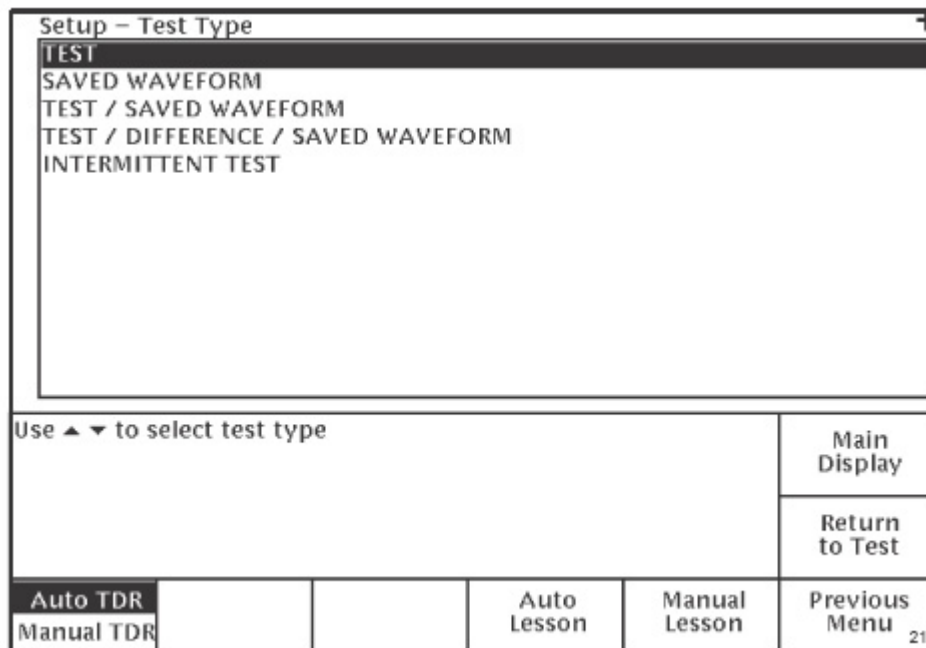

Рис. 4-6. Меню "Setup - Test Type". Настройка - тип тестирования
3. После этого нажмите клавишу **Test Type** для получения доступа к меню "Setup - Test Type" (Настройка - тип тестирования) и выбора режима Auto TDR (рис. 4-6).
Для выбора другого типа тестирования (кроме TEST) перейдите в меню "Setup - Test Type" (Настройка - тип тестирования) (рис. 4-6). Для выбора нужного типа тестирования нажимайте кнопки ▲▼.
3. После этого нажмите клавишу **Test Type** для получения доступа к меню "Setup - Test Type" (Настройка - тип тестирования) и выбора режима Manual TDR (рис. 4-6).